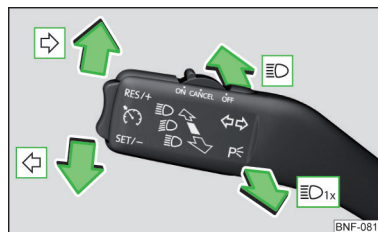

Fig. 38
**Positioner for betjeningsarmen » Fig. 38**
- Tryk betjeningsarmen helt til position  $\Rightarrow$  eller  $\Leftarrow$  » Fig. 38 på side 45.